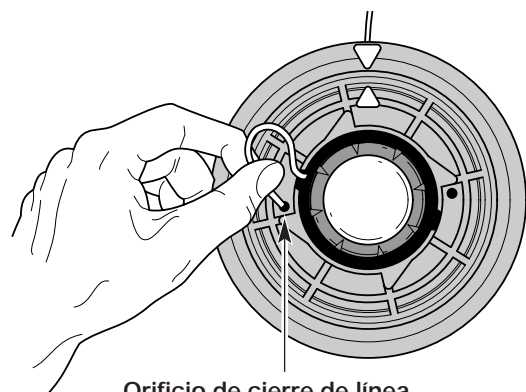

Fig. 16
5. Inserte la línea en el orificio de cierre. No empuje la línea más de 12,7 mm (1/2 pulgada) dentro del orificio de cierre. Cuando la línea está bien insertada, formará un bucle pequeño (Fig. 16).